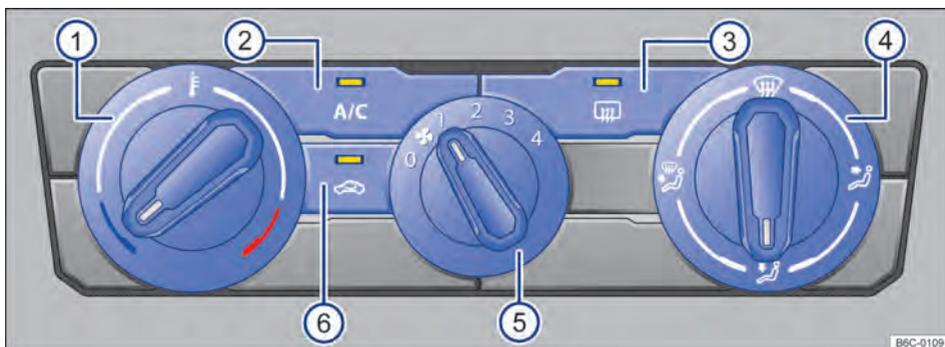

Fig. 81 Mandos del aire acondicionado.
- Girar el regulador de la turbina de aire exterior hacia el nivel 0 → fig. 81 (5).
- Presionar la tecla **A/C** → fig. 81 (2) ara conectar y desconectar el funcionamiento de la refrigeración.
- Girar el regulador rotativo izquierdo → fig. 81 (1).
- Girar el regulador del ventilador → fig. 81 (5). ▶
- Presionar la tecla  → fig. 81 ⑥.
- Girar el regulador de la derecha → fig. 81 ④ para la ubicación deseada.
- Girar el regulador derecha para la ubicación  → fig. 81 ④.
- Presionar la tecla  → fig. 81 ③.